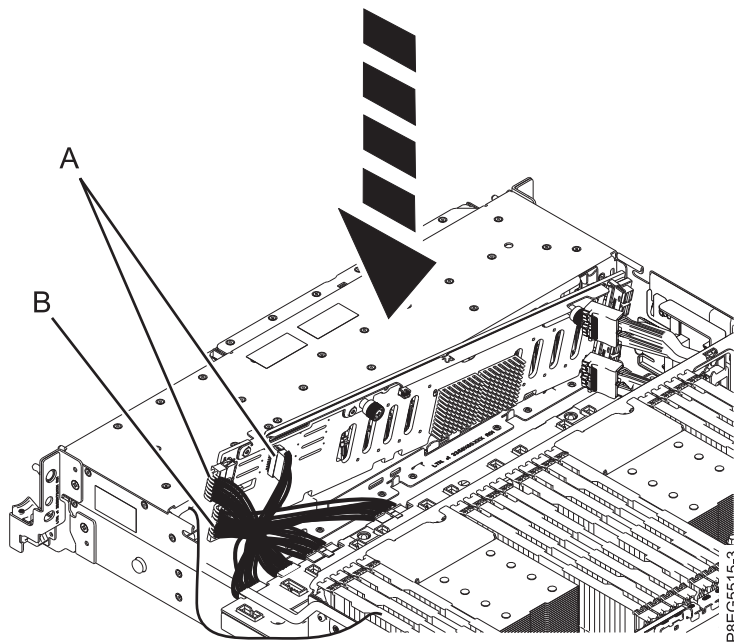

Figura 18. Reconexión de los cables de alimentación, señal y panel de control
3. Vuelva a conectar el cable de alimentación Y, (B), y los cables de señal y de panel de control, (A), a la placa posterior de la unidad de disco tal como se muestra en Figura 18 en la página 21.